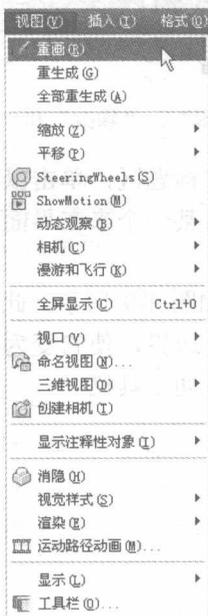

图 1-3 直接执行菜单命令
- ② 直接操作的菜单命令。这种类型的命令将直接进行相应的绘图或其他操作。例如，选择菜单栏中的“视图”→“重画”命令，系统将直接对屏幕图形进行重生成，如图 1-3 所示。